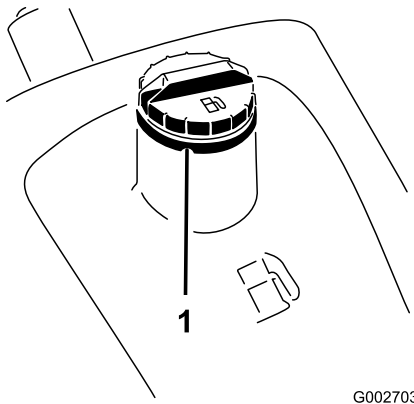

Figura 14
1. Limpie la zona alrededor del tapón del depósito de combustible (Figura 14).